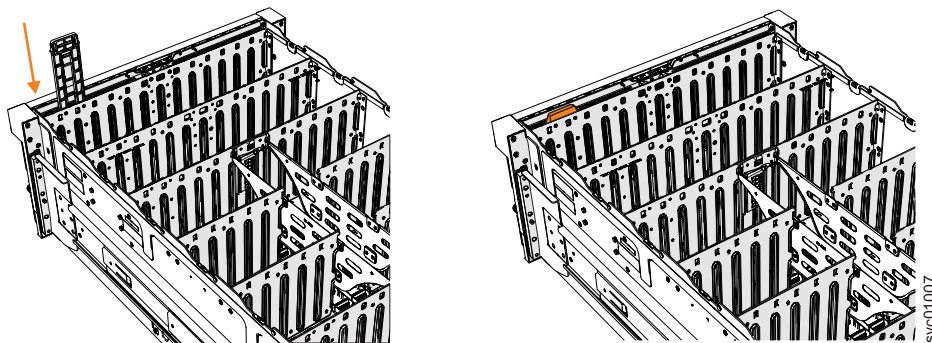

Рисунок 131. Установка дисплейной панели
2. Осторожно выровняйте дисплейную панель по направляющим спереди корпуса расширения (см. рис. 131 на стр. 141).